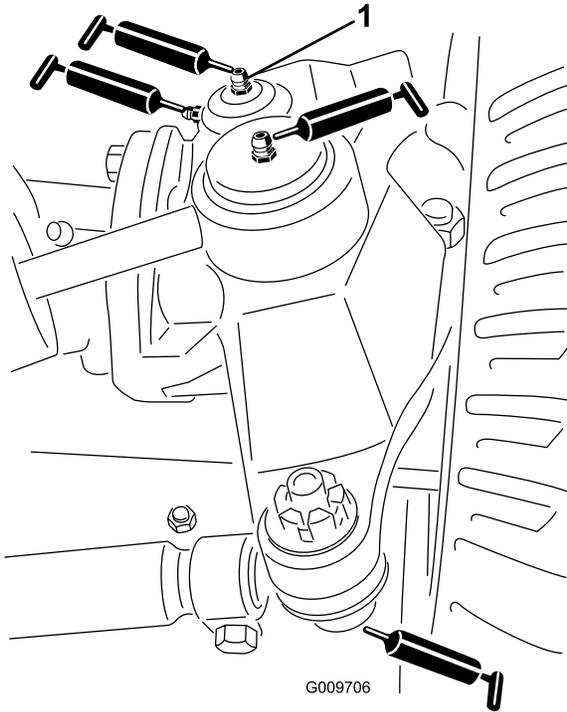

Bild 69
- Lenkzylinder-Kugelgelenke (2) (Bild 69)
- Spurstangen-Kugelgelenke (2) (Bild 69)
- Achsschenkelbolzen (2) (Bild 69) **Fetten Sie die obere Armatur am Achsschenkelbolzen nur einmal jährlich (2 Pumpen).**